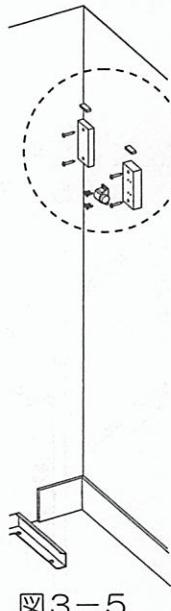

図3-5
(図3-5・6)
(4) 手前側のカウンター受けに付属のバインドタッピンネジ 3×12 4本でプッシュラッチを取り付けてください。 (図3-5・6)
(5) すべてのカウンター受け上面に付属のマジックテープを貼付けてください。 (図3-5・6)